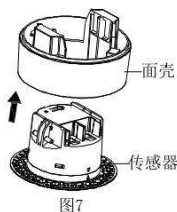

图7
(7) 对准面壳卡扣装配位，将传感器装入面壳内。如图 7 所示。